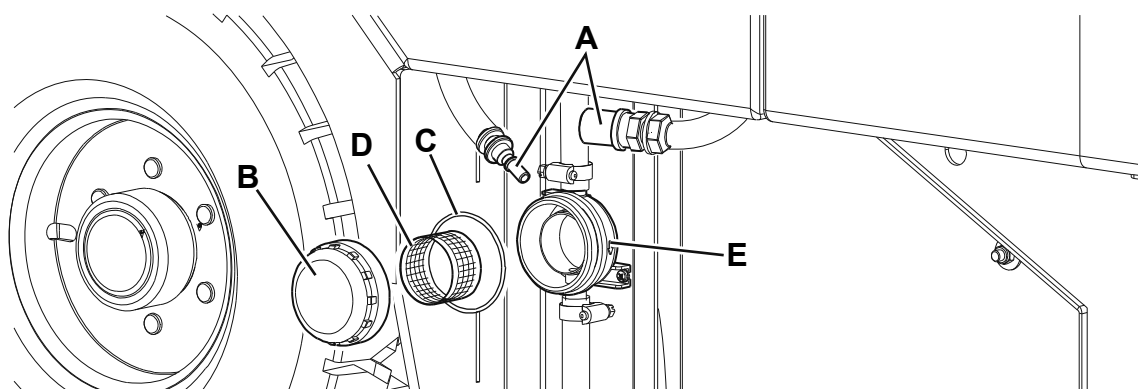

Figure 7
1. Porter la machine sur un sol plat, serrer le frein de stationnement et tourner la clé de contact (64) sur "O".
2. Dégager le raccord rapide (A, Fig. 7) du réservoir.
3. Démontez le panneau gauche (2) pour rejoindre le filtre à eau (30).
4. Enlever le couvercle transparent (B) avec le joint (C), puis enlever le filet filtrant (D). Les nettoyer et les reposer dans le support (E).